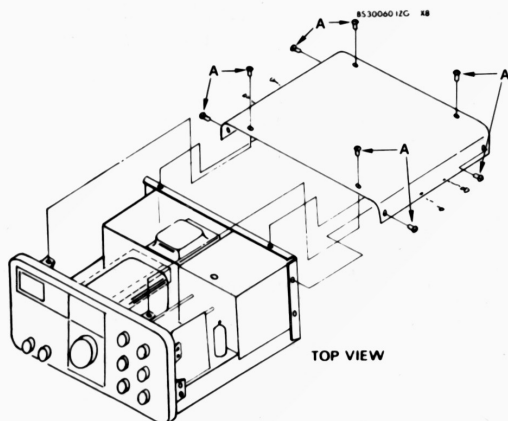

Figura 1
- 1) Remueva la tapa superior del transceptor como se muestra en la figura 1.